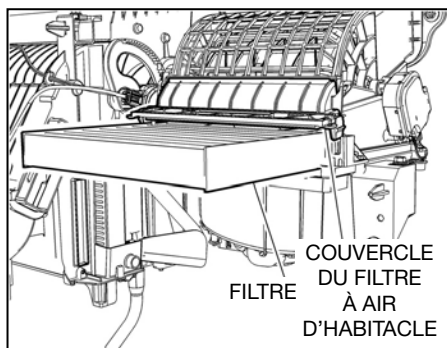

Fig. 25
3. Retirez le couvercle du filtre à air d'habitacle (voir Fig. 25).